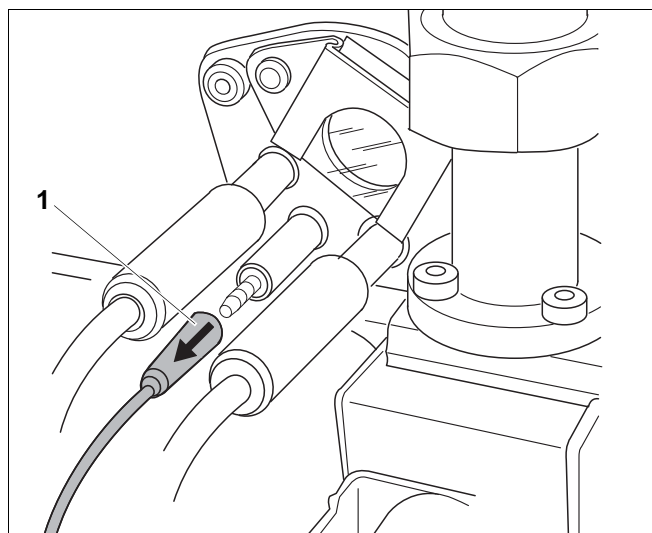

Рис. 17 Проверка контроля пламени; отсоедините штекер ионизационного кабеля от ионизационного электрода
- При работающей горелке отсоедините штекер ионизационного кабеля от ионизационного электрода (рис. 17, поз. 1). Горелка должна перейти в состояние неисправности!